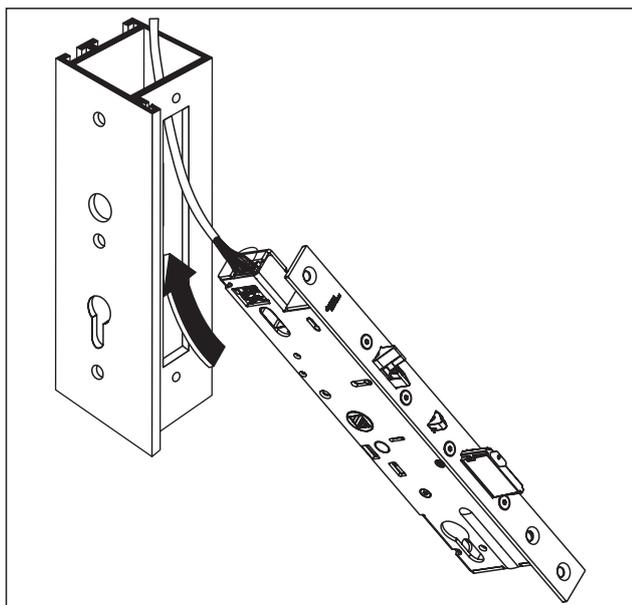

Abb. 17 Türschloss einführen
2. Das Türschloss in den Türblattausschnitt einführen (Abb. 17).